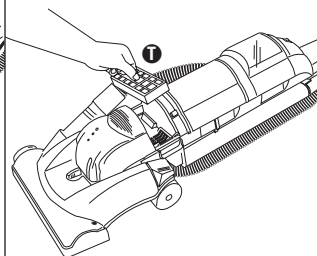

FIG. 20
Step 2: Pull filter frame from unit by pulling on tab in center (FIG. 20).
Paso 2: Saque el armazón del filtro jalando la lengüeta en el centro (FIG. 20).